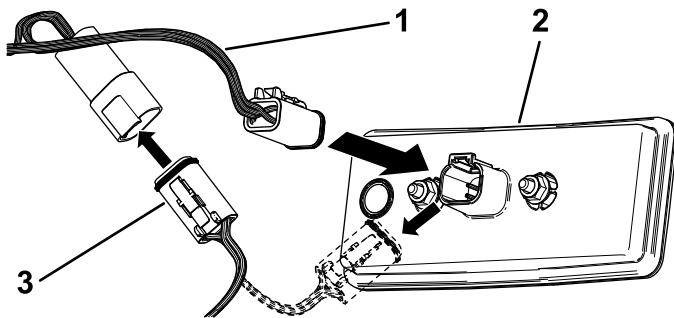

图 3
6. 从左尾灯拔下制动和信号灯套件线束插入此套件的尾灯接头图 3。
7. 使用此套件线束上的另一个接头将其连接至刚刚拔下的制动和信号灯套件线束图 3。